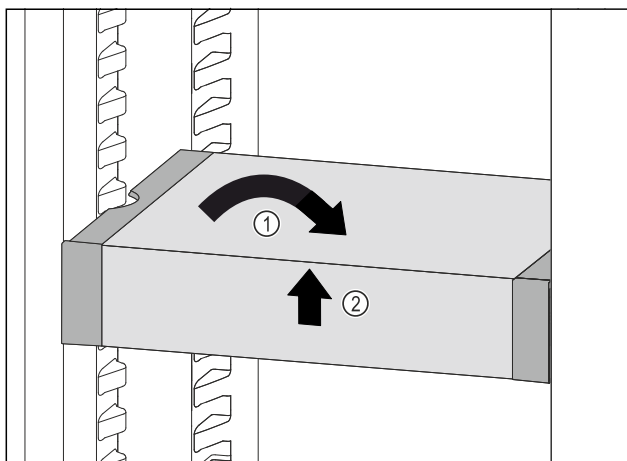

Fig. 90
- ▶ 将 VarioSafe 放平。Fig. 90 (1)
- ▶ 抬起 VarioSafe 前部。Fig. 90 (2)